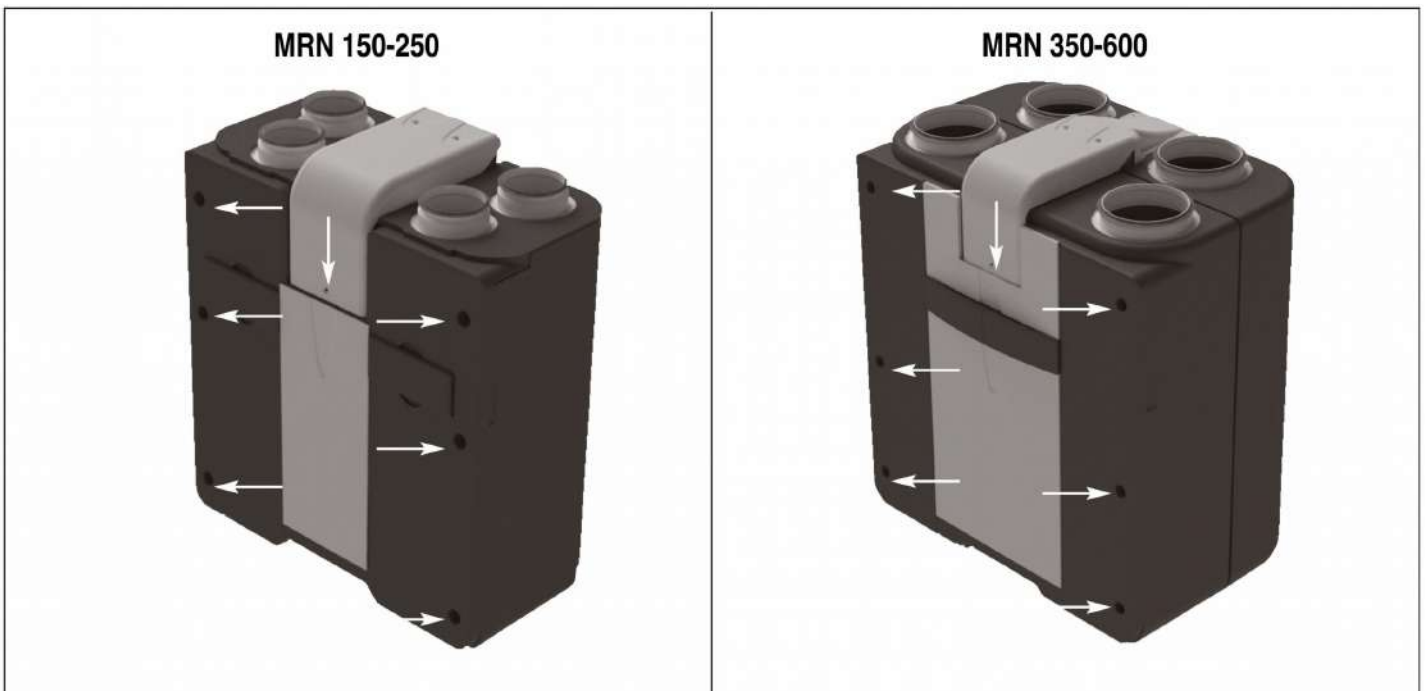

Fig.7
- Smontare il pannello frontale dell'unità: togliere i tappi di copertura e svitare le viti del pannello con l'apposita chiave TORX (Fig.7) ed adecare il sifone
- *Remove front cover panel of the unit: remove plugs and unscrew the screws using a TORX key (Fig.7) and start the siphon.*
- Rimontare il pannello frontale avvitando le viti con l'apposita chiave TORX, e reinserire ei tappi di copertura (Fig. 7).
- Replace front panel cover (Fig. 7) and screw screws with TORX key.